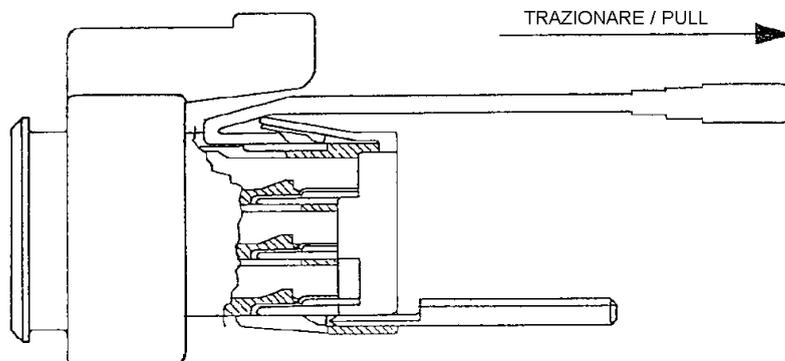

Fig. 8
- 1) Extract the Sec.Lock, using extraction tool P/N 785483-1 & 2 (for 12 & 18 ways) as shown in Fig. 8.
- 1) Estrarre il Sec.Lock, utilizzando l' attrezzo predisposto P/N 785483-1 & 2 (per 12 & 18 vie) come indicato in Fig. 8.